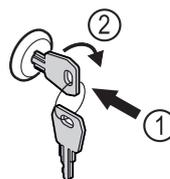

Fig. 87 Représentation à titre d'exemple
- Insérer la clé Fig. 87 (1).
- Tourner la clé à 90° dans le sens horaire Fig. 87 (2).